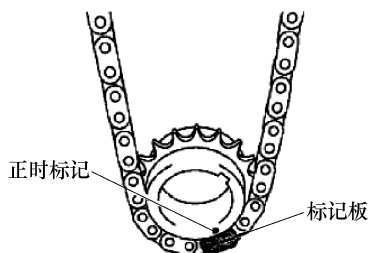

图 1-9 1 号链条橙色标记板与
② 如图 1-9 所示，将 1 号链条的橙色标记板与曲轴正时链轮的正时标记对准，并将链条接合到链轮上。